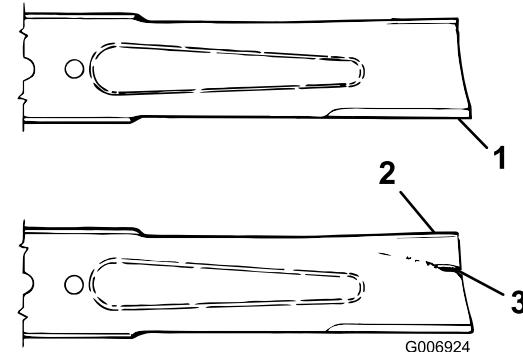

Figure 67
- Remplacez la lame si elle est usée (Figure 67); voir Entretien du plan de la lame \(page 59\).
Si la lame est trop usée, une entaille se forme entre l'ailette et la partie plane (Figure 67). La lame peut alors se briser et un morceau peut être projeté du dessous de la machine, vous blessant gravement ou une personne à proximité.
- Examinez attentivement les tranchants de la lame, particulièrement au point de rencontre de la partie plane et de l'ailette (Figure 67).